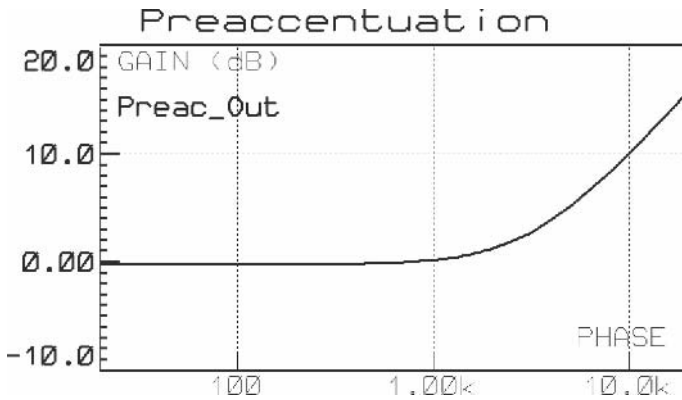

Figure 2.13
**Tentatoo** – Oui. La dégradation principale concerne le rapport signal sur bruit, qui devient de plus en plus mauvais au fur et mesure que l'on monte en fréquence. Les sons aigus sont plus fortement affectés par le bruit de la transmission que ne le sont les sons graves. Et pour simplifier la chose, la musique comporte souvent plus d'énergie dans les basses fréquences, surtout quand elle n'est pas exagérément traitée après l'enregistrement. Pour éviter une dégradation trop importante du rapport signal sur bruit dans les fréquences aiguës, il a été décidé d'augmenter l'amplitude des signaux BF d'autant plus que leur fréquence est élevée, avant modulation et transmission sur les ondes. Cette amplification « sélective » des aigus répond à une courbe appelée *courbe de préaccentuation*, qui a l'allure de la **figure 2.13**. On constate que le signal BF commence à être amplifié de façon « visible » aux alentours de 400 Hz, et que le gain à 10 kHz est de 10 dB.